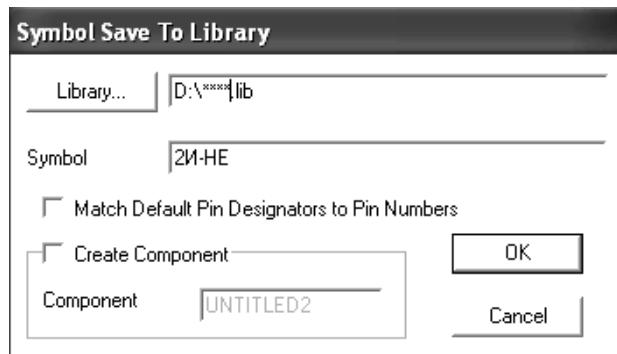

Рисунок 3.11
- Записать созданное УГО логического элемента в библиотеку. Для этого выполнить команду **Save**, в появившемся окне Symbol Save to Library щелкнуть по кнопке Library и в открывшемся окне выбрать созданную ранее библиотеку ***.lib. В поле Symbol набрать имя элемента «2И-НЕ» и нажать кнопку OK (рисунок 3.11).